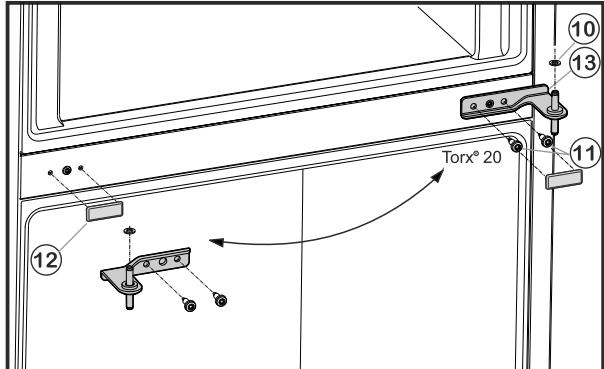

Fig. 6
- Odvijte pričvrsne vijke Fig. 6 (11) (2 puta Torx® 20) i izvučite podložak ležaja u sredini iz donjih vrata.
- Skinite plastičnu pločicu Fig. 6 (10).
- Oprezno skinite poklopac Fig. 6 (12).
- Ponovo stavite poklopac Fig. 6 (12) na suprotnoj strani.
- Podložak ležaja u sredini Fig. 6 (13) umetnите u donja vrata okrenut za 180° pa ga pričvrsnim vijcima Fig. 6 (11) (2 puta Torx® 20) **pritegnite čvrsto (s 4 Nm)** na novu stranu šarke.
- Ponovo postavite plastičnu pločicu Fig. 6 (10).
- Stavite gornja vrata na podložak ležaja u sredini Fig. 6 (13).